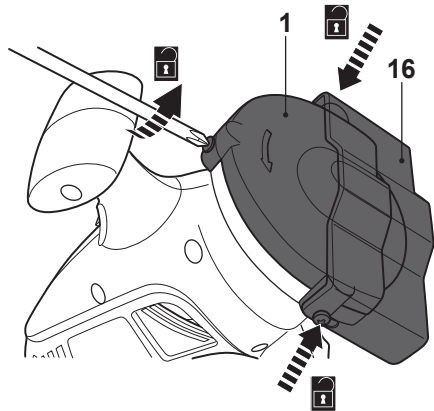
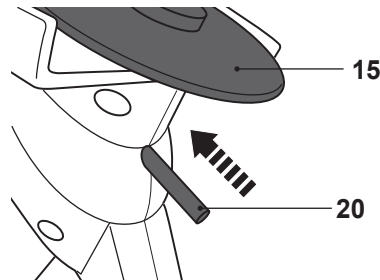

Fig. 12
Fig. 13
- > Afloje y retire los tres tornillos de la protección inferior (16) y la protección superior (1) con un destornillador de cabeza Philips adecuado (fig. 12).
- > Levante la protección inferior (16) y la protección superior (1).
- > Bloquee el husillo con la varilla de bloqueo del husillo (20) (fig. 13). Asegúrese de que se desliza en el orificio correcto del husillo. Para ello, gire ligeramente el disco de afilado (16).